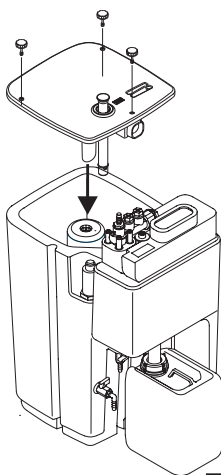

Fig. 3
- Ggfs. Frischwasser nachfüllen (Fig. 3)
- Fill up with clean water as required. (Fig. 3)
- Si nécessaire, rajouter de l'eau claire (Fig. 3)
- 必要に応じて水を追加注入します。(図3)